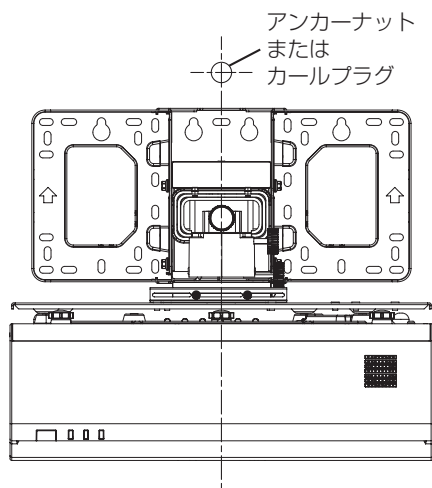

図 1
- 1) アンカーナットまたはカールプラグ (M10) を、しっかりしたコンクリート壁 (1 か所) に取り付ける (図 1)